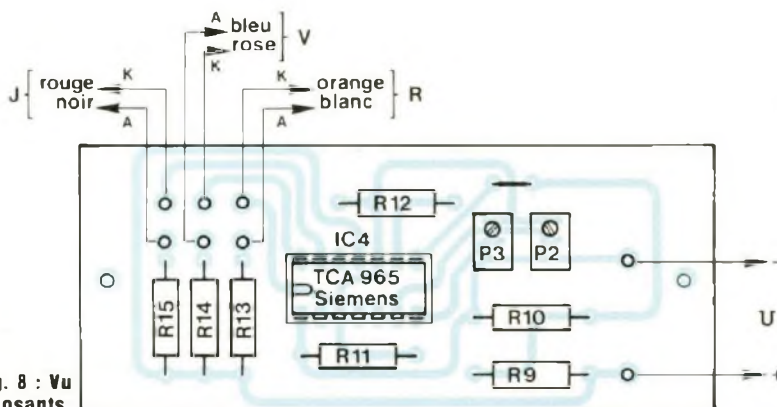

Fig. 8 : Vu côté composants.
- La figure 8, ce même circuit vu côté composants.